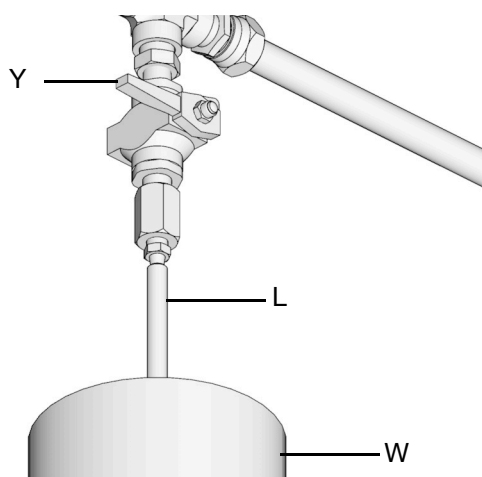

Рис. 20:
- a. Для сброса давления между заполняющим насосом (F) и автоматическим запорным устройством для заполнения (B) откройте шаровой клапан (bv) (Рис. 20). Давление сбросится, и лишняя жидкость стечет через дренажную трубку (L) в переливной контейнер для смазки (W).